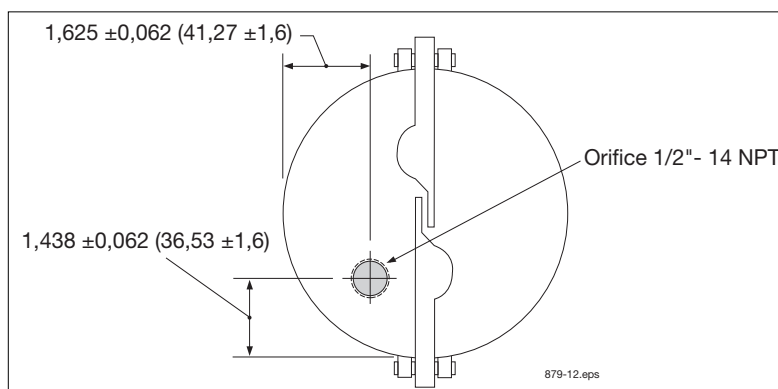

Figure 6. Modification d'un bouchon métallique pour tuyau ascendant existant
2. Percez et taraudez le bouchon pour un filetage de serre-câbles 1/2"-14 NPT [Figure 6].